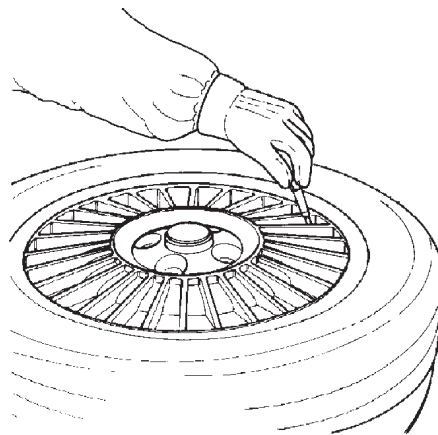

Fig. 4.1-1
**A. Enlever toutes les masses des bords de la jante. Enlever la vanne et dégonfler le pneu (Fig. 4.1-1).**